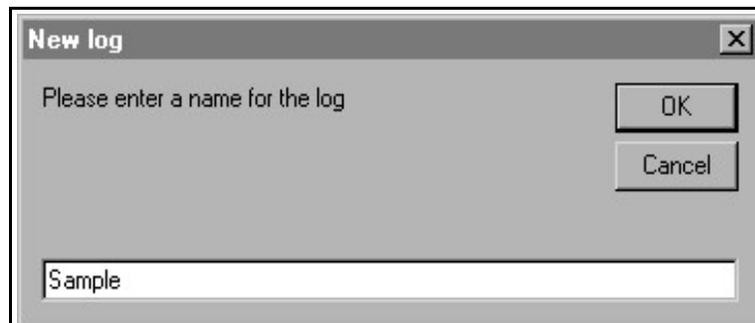

Figure 17: boîte de dialogue de nommage du journal
5. Entrez un *nom de fichier* d'enregistrement (*Sample* dans la boîte de dialogue illustrée *Figure 17*). Cliquez sur [OK].